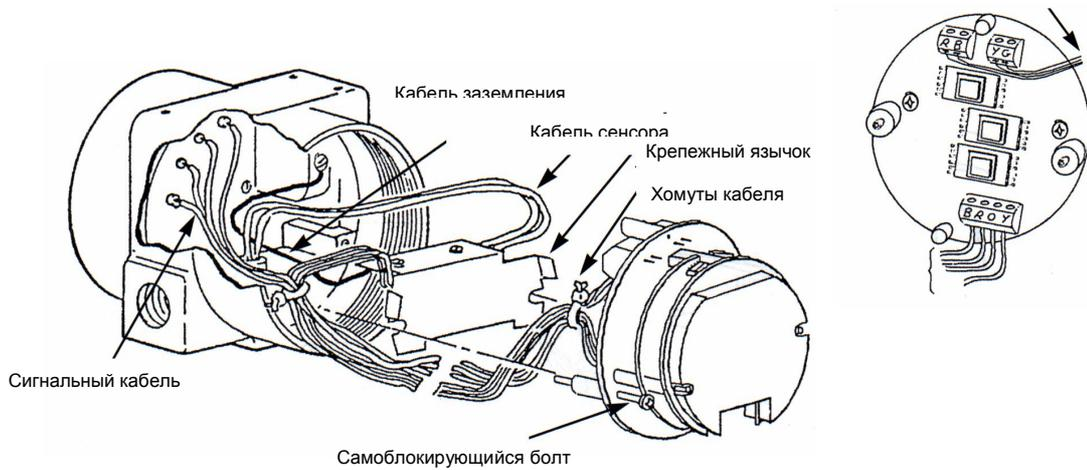

Рисунок 20. Соединения электронного модуля – VFM 3100 (взрывозащищенного исполнения по CENELEC) с расширенным и стандартным температурными диапазонами.
- После удаления стопоров снимите крышку. Отверните оба крепежных винта (с каждой стороны электронного модуля). См. рисунок 20.